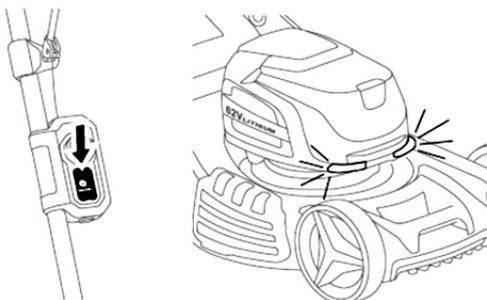

Рис. 18
- Чтобы включить фары, нажмите переключатель светодиодных фар на блоке переключателей (Рис. 18).